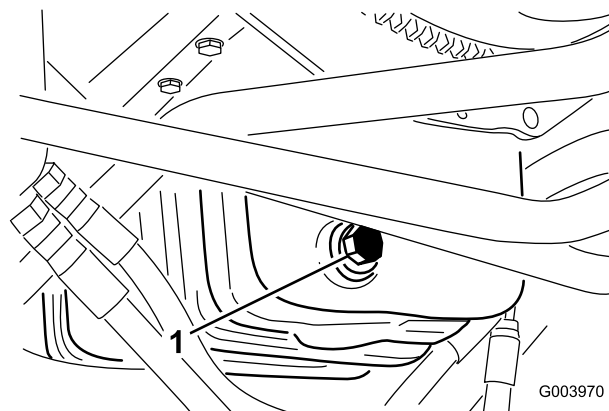

図 40
1. ドレンプラグ（図 40）を外してオイルを容器に受ける。